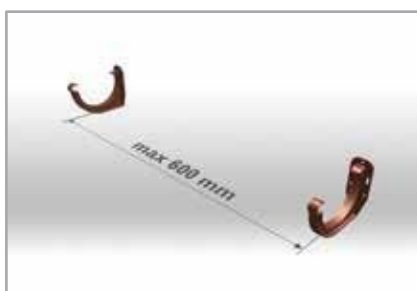

Fig. 2
- 1.6 Aanbevolen haakafstand is 60 cm (Fig. 2)